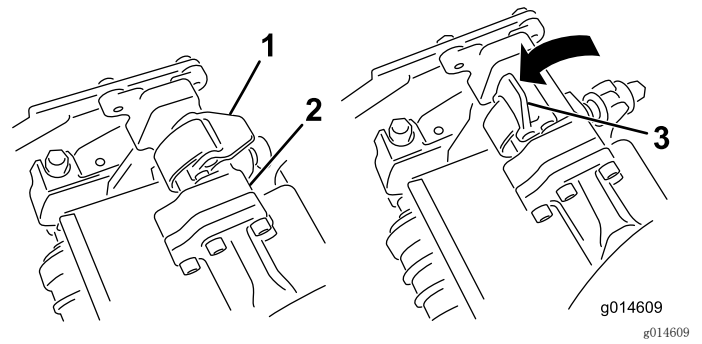
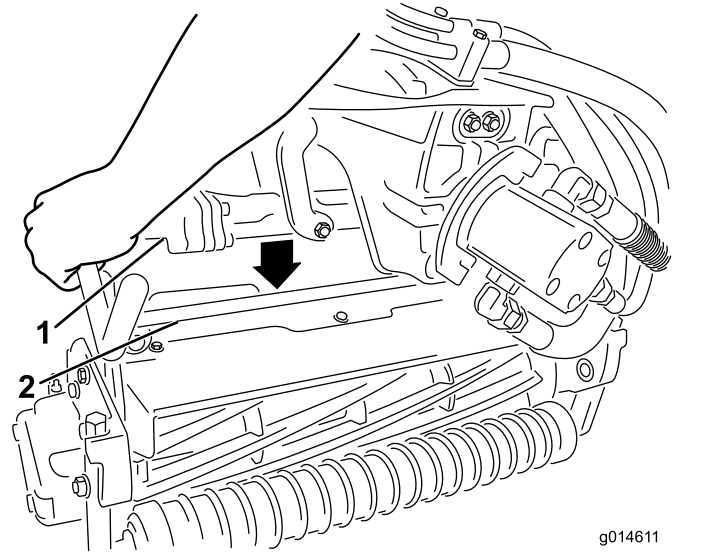

图29
图30
4. 向下并绕着滚刀组横杆关闭闭锁，将它们锁定到位（图29）。
3. 当悬挂臂杆上的闭锁指向上方（即打开）时（图29），向下压悬挂臂，使悬挂臂杆与滚刀组上方的支架相契合（图30）。
4. 打开您正在拆下的滚刀组悬挂臂上的门锁（图29）。